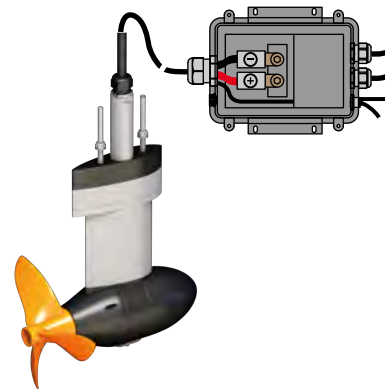

Fig. 48: Cablagem
1. Solte os parafusos (1) da caixa eletrônica para a abrir.
3. Ligue ambos os cabos de potência nos respetivos polos identificados (vermelho=+, preto=-; 5 Nm), "**Fig. 48: Cablagem**".